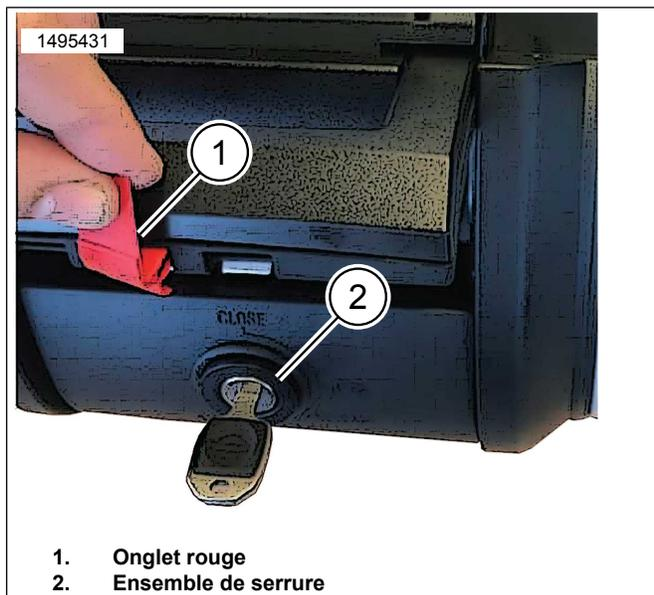

Figure 12. Poignée de valise supérieure
7. Figure 12 Retirer l'onglet rouge (1).